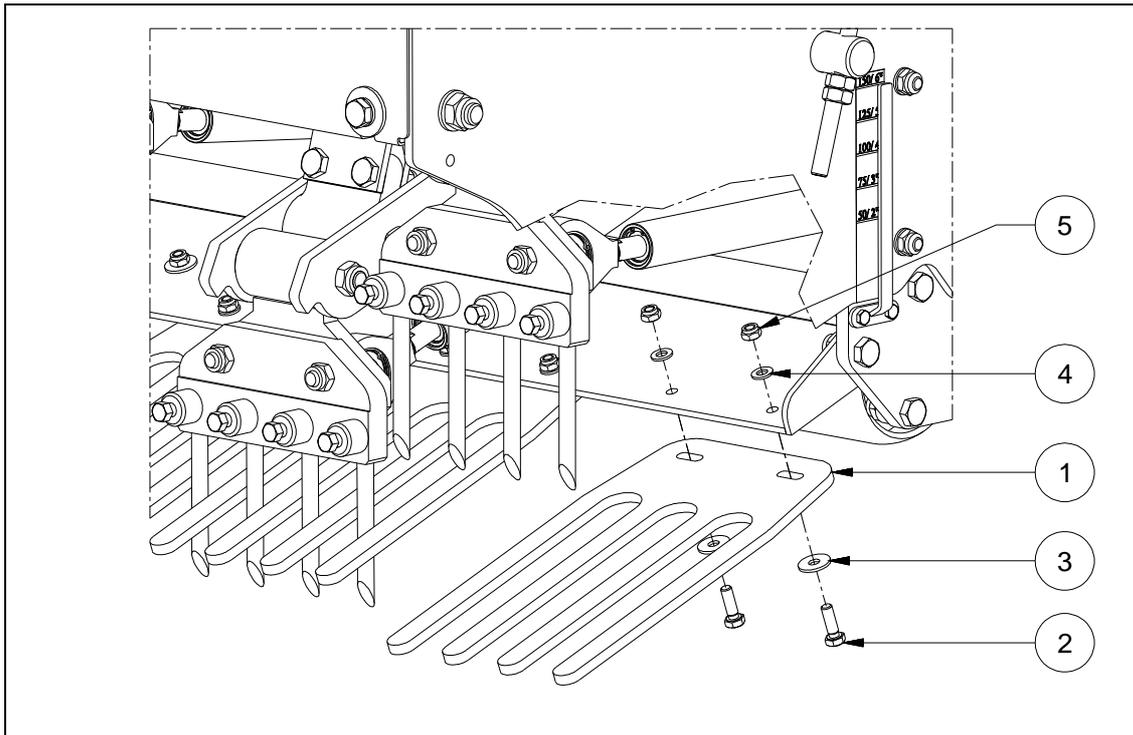

Fig. 15
**MONTAGE DU TURFHOLD DOWN KIT (voir fig. 15) :**
- Des plaques sont fournies (1) avec l'ensemble commandé. Fixez les plaques avec l'écrou (2), l'anneau (3 & 4) et l'écrou (5) à la poutre principale. Alignez les plaques avec les broches via les cannelures dans les plaques.